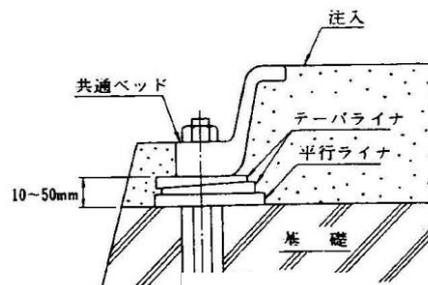
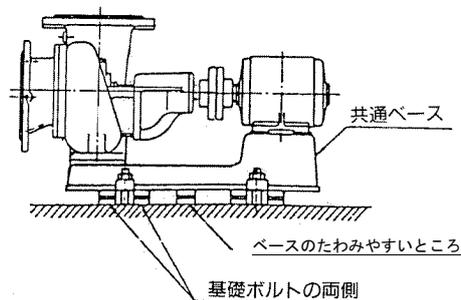

図 2
図 3
- (1) 基礎面が平滑となるよう、基礎をチッピングした上で、平行ライナ1枚とテーパライナ2枚を図2に示すようにポンプの基礎ボルト穴の両側に振り分け配置してください。
- (2) 次にポンプをライナ上に載せ基礎ボルトを基礎ボルト穴に据えます。
- (3) ポンプの位置及び高さを決めます。フランジ面を利用して水平を出します。水平度は1mにつき0.1mmを目安としてください。ポンプの高さの調整はテーパライナにより簡単に行うことができます。
- (4) 基礎ボルトを据えた状態で、基礎ボルト穴にモルタルを流し込み固化させます。モルタルは、気温・湿度・配合により異なりますが、おおよそ4日間程度で固化します。
- (5) モルタルが固化したら(1)で使用したライナを図3に示すように基礎ボルトを中心として振り分け、できる限りボルトに接近させて両側に配置してください。基礎ボルト間の距離が1mを超える場合にはさらにその間にライナを設置してください。